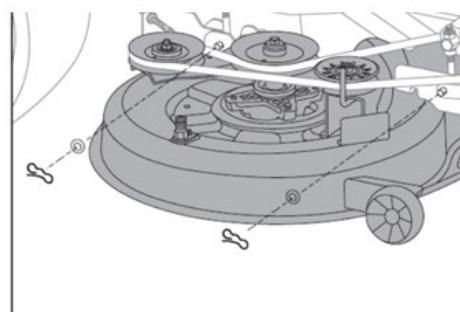

Fig.25B
6. Rimuovere i 2 fermi che collegano il piatto destro alla macchina (sinistra/destra sono indicati nei passaggi 5 e 6 dalla posizione dell'operatore, vedere Fig. B). (Fig.25B)